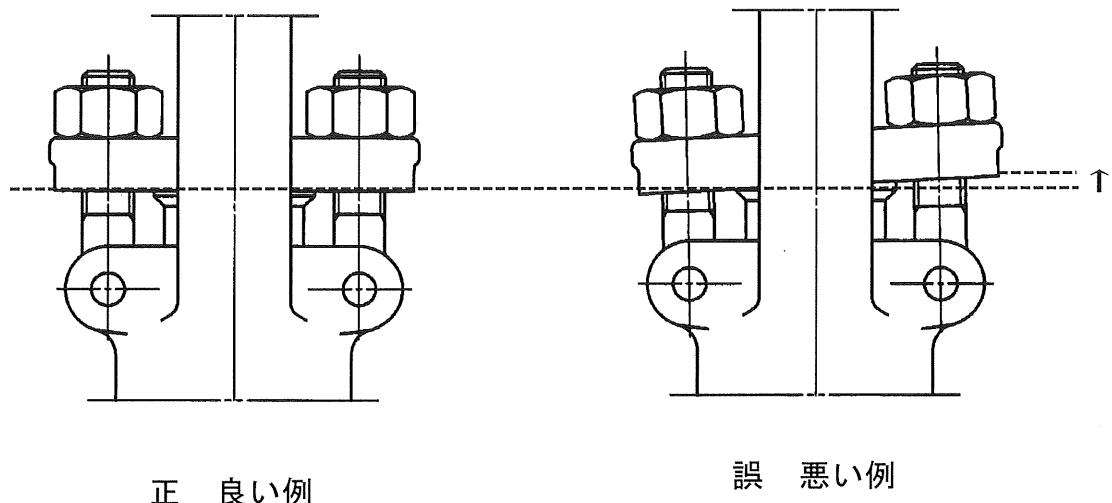

図 7.1 グランドボルトナットの締め付け調整例
②この場合、弁棒ねじ部にはグリースを塗ることによって操作性を維持することができます。
③グランドパッキンを挿入する場合は、グランドパッキンの切り口が重ならないように、1リングずつ挿入し、且つ1リングずつ毎に適当な締付力を与えてください。
④ 図 7.1に示すとおり、グランドボルトナットを締めながらハンドル車の廻り具合をみてグランドを片締めしないよう交互に平均した力で調整してください。